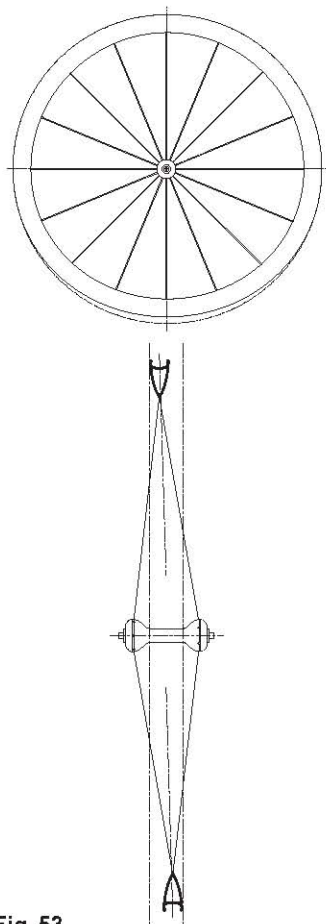

Fig. 53
- Il centraggio della ruota consiste nel controllo e nella correzione del suo sbandamento assiale (centratura) e radiale (salto) (Fig. 53).
- Centering the wheel involves controlling and correcting its trueness (centering) and circularity (roundness) (Fig. 53).
- Beim Zentrieren des Laufrads werden der Seitenschlag (Zentrierung) und der Rundschlag (Höhenschlag) überprüft und korrigiert (Abb. 53).
- Le centrage de la roue consiste à contrôler et à corriger son débattement axial (centrage) et son débattement radial (saut) (Fig. 53).
- Centrar las ruedas significa comprobar y corregir el ladeo axial (centrado) y radial (salto) (Fig. 53).
- Draai het wiel rond en controleer tegelijkertijd de zijdelingse en verticale uitslag (Fig. 53).